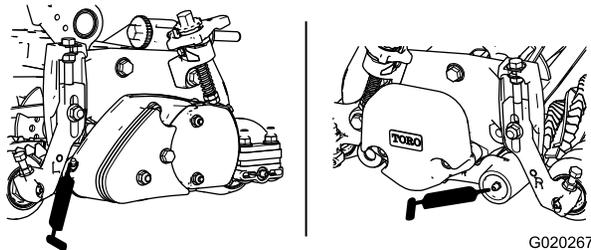

Figure 16
34. Graissez chacun des roulements du groomer (2 ou 3 jets de graisse maximum) ; voir Figure 16. N'injectez pas trop de graisse car les joints pourraient être endommagés. Essayez tout excès de graisse.